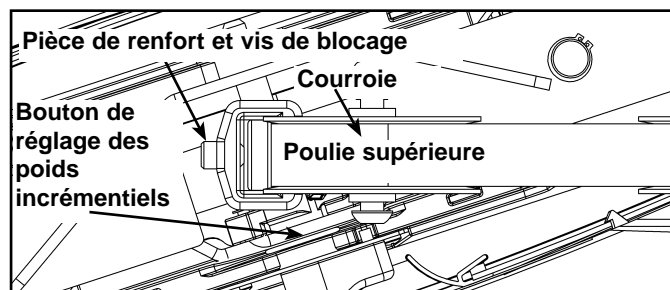

Figure 7 (vue du dessus de la poulie à la pince de courroie)
- B. Soulevez avec précaution le poids supérieur et assurez-vous que la pince de la courroie (sur le poids supérieur) est alignée correctement avec le support de la poulie supérieure (sur l'appareil). Reportez-vous à la figure 7.